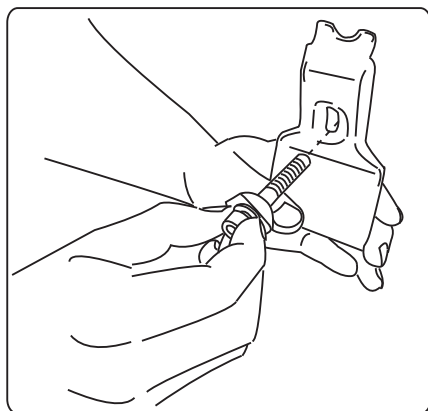

Рис. 7
6. Выберите прижим на основании информации, указанной на наклейке, расположенной непосредственно на прижиме. Вставьте болт в паз прижима (рис.7).